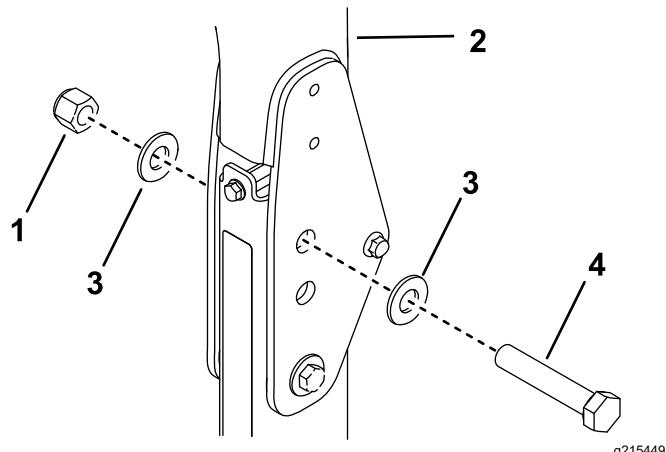

Figura 37
2. Insira uma anilha (13/16 pol. x 1 1/2 pol.) em cada parafuso (3/4 pol. x 4 pol.), como se mostra na Figura 37.
3. Nos furos de onde removeu os pinos, instale os parafusos e as anilhas (Figura 37).
4. Instale outra anilha em cada parafuso e prenda com porcas de 3/4 pol. como se mostra na Figura 37.